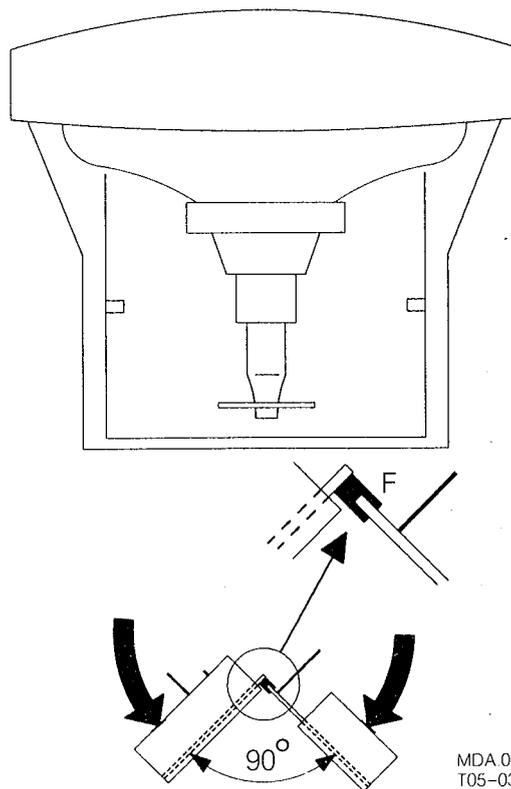

fig. 3.4
3. Position de service pour les réparations (Fig. 3.4)